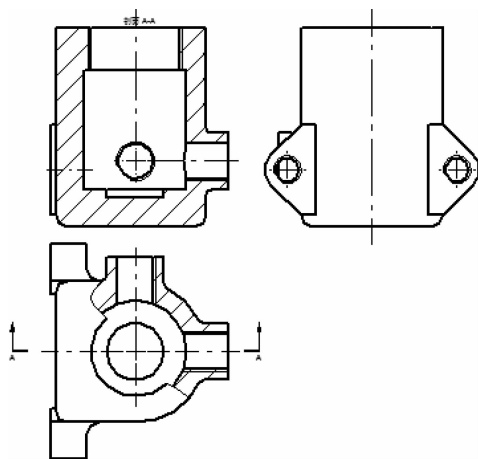

图 9-227 手动绘制中心线
(2) 选择【主页】选项卡中【注释】区域中的  【中心线】按钮，它由两点或者两条线手动创建中心线，手动绘制中心线，如图 9-227 所示。